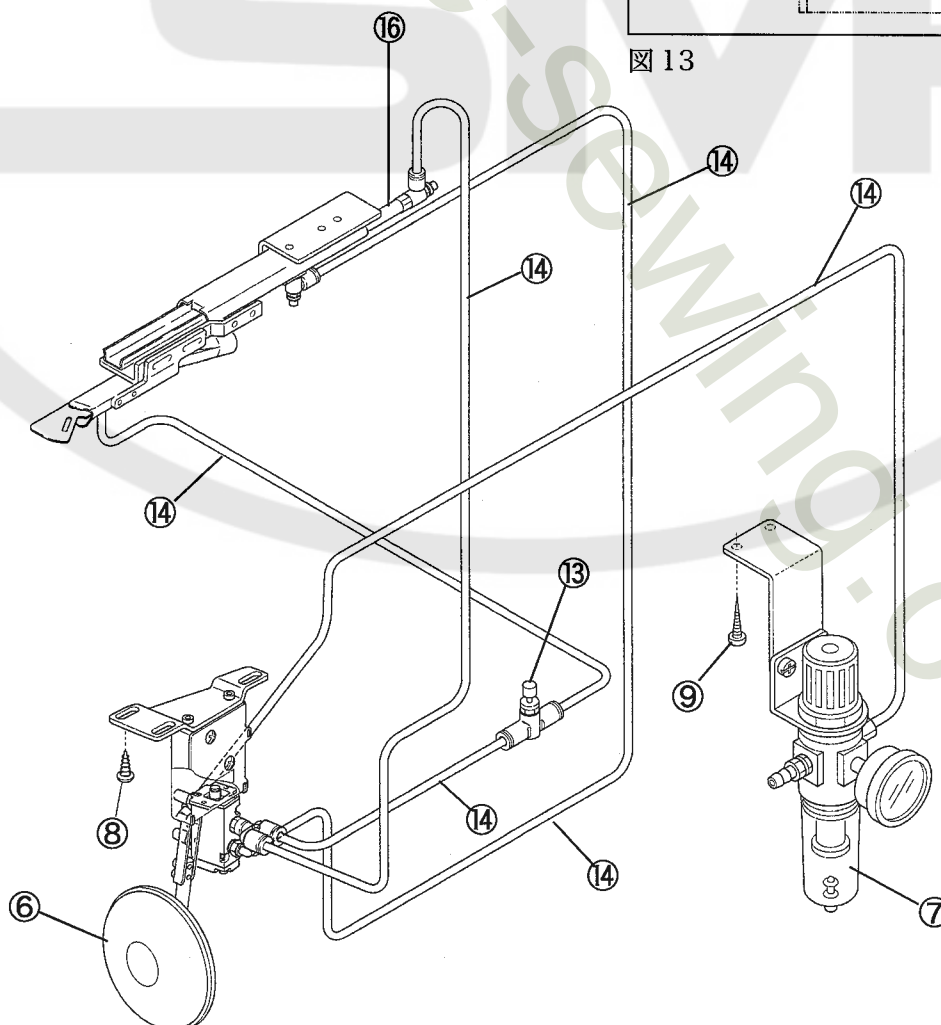

図 14
- (1) 装置本体④を水平になるようミシンフレームに止ネジ⑤2本で取り付ける。
- (2) トグルスイッチ⑥とエアーレギュレータ⑦をテーブル下面にそれぞれ木ネジ⑧⑨2個で取り付ける。(図14参照)
- (4) エアパイプ⑭は図 14 を参考に接続する。